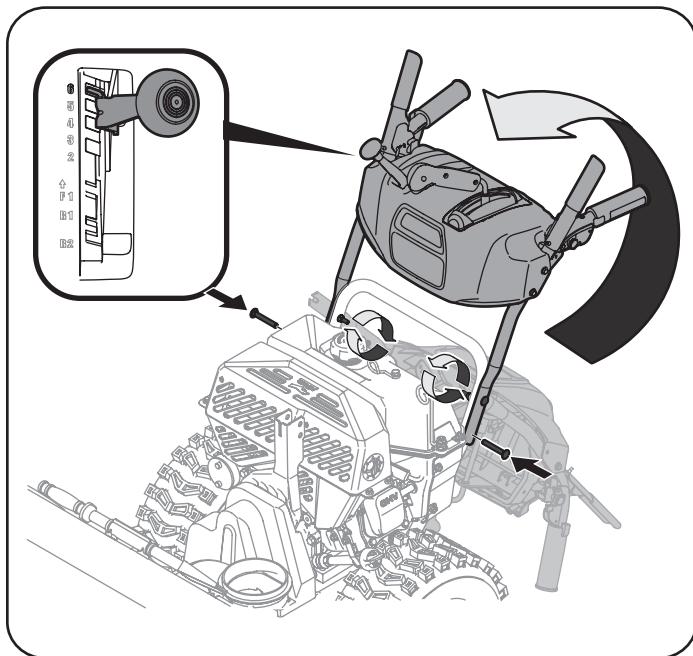

Figura 1
- b. Coloque la palanca de cambios en la posición de avance (F) 6.
- c. Tire hacia arriba y hacia atrás de la manija superior, tal y como se muestra en la Figura 1. Cuando usted levanta el mango hacia arriba, asegúrese que ambos finales del cable de centro son colocados correctamente en los soportes. Alinee la manija superior con la manija inferior.